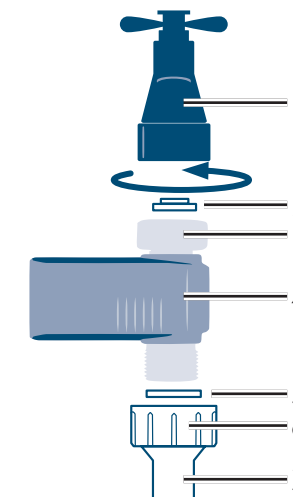

Bild 4 Magnetventil anschließen
- Schrauben Sie das Magnetventil (Pos. 4, Bild 4) inkl. Vorfilter (Pos. 2, Bild 4) mit der Überwurfmutter (Pos. 3, Bild 4) an die Wasserzufuhr (Pos. 1, Bild 4).
- Schrauben Sie den Schlauch des Geräts (Pos. 7, Bild 4) mit der Überwurfmutter (Pos. 6, Bild 4) und einer geeigneten Dichtung (Pos. 5, Bild 4) auf der anderen Seite des Magnetventils fest.